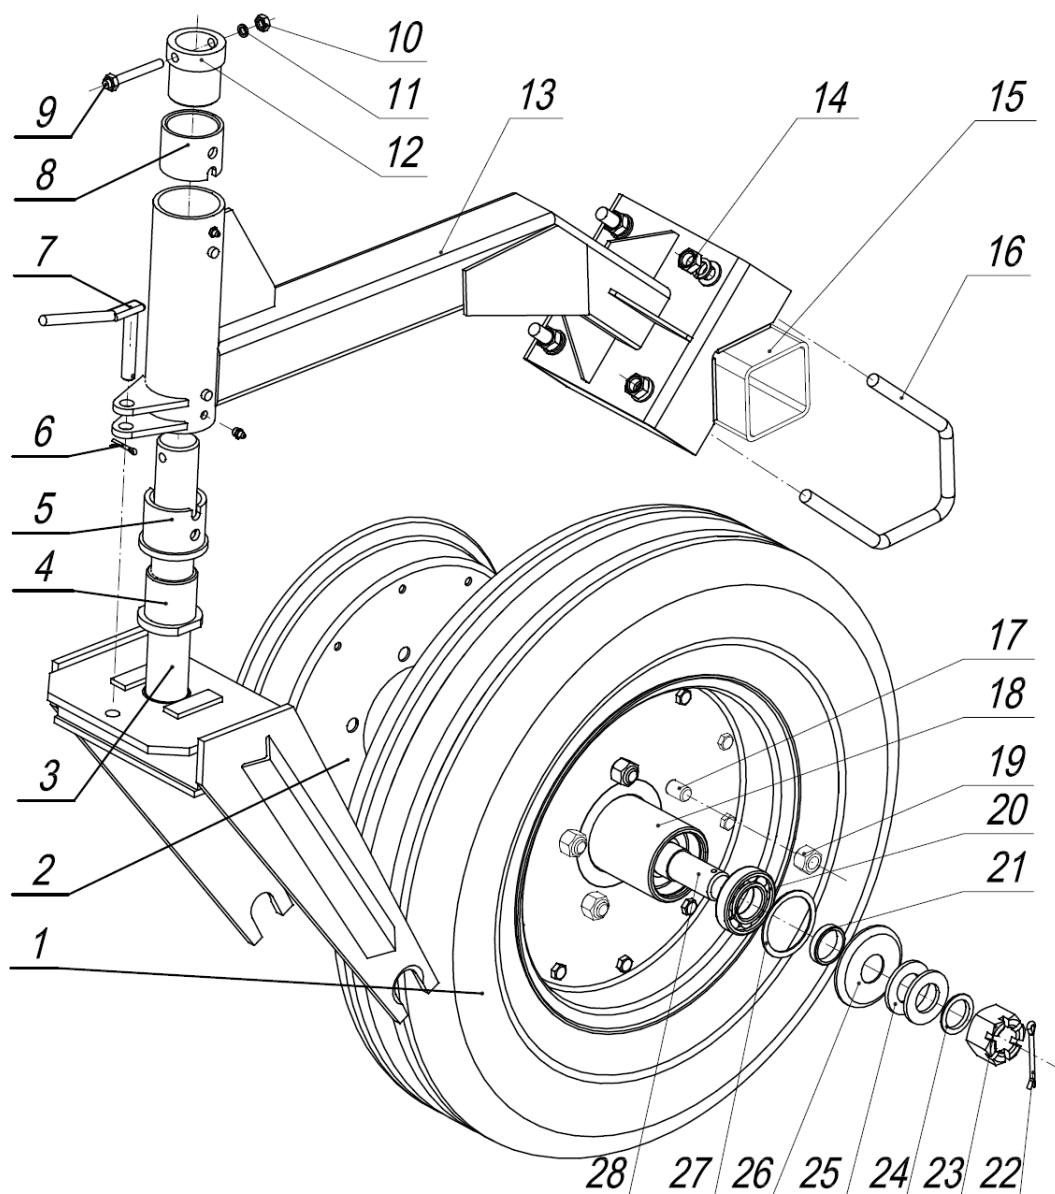

Рис.2 Колесо центральной секции СП16К 04.000
2.2 Центральные колёса (рис.2) самоустанавливающиеся с пневматическими шинами 6.5-16 ГОСТ 7463-80. На них опирается центральная секция. При транспортных переездах и сдаче сцепки назад вилка колеса фиксируется механическим фиксатором 7.